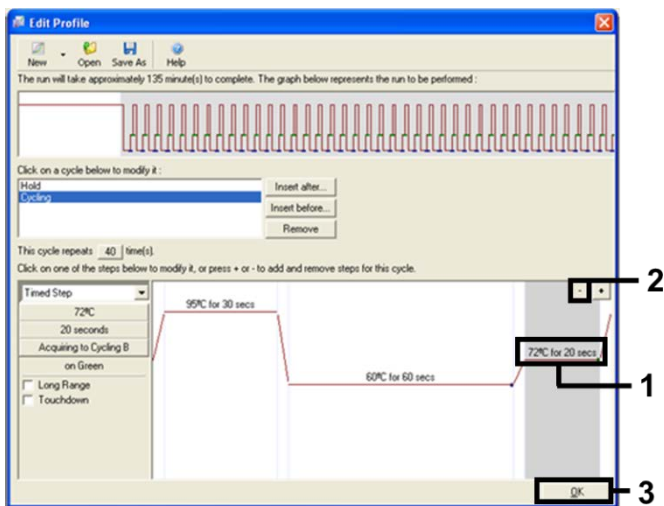

Figura 9. Eliminación del paso de extensión.
11. Seleccione el tercer paso y elimínelo mediante el botón -. Haga clic en OK (Aceptar) (figura 9).